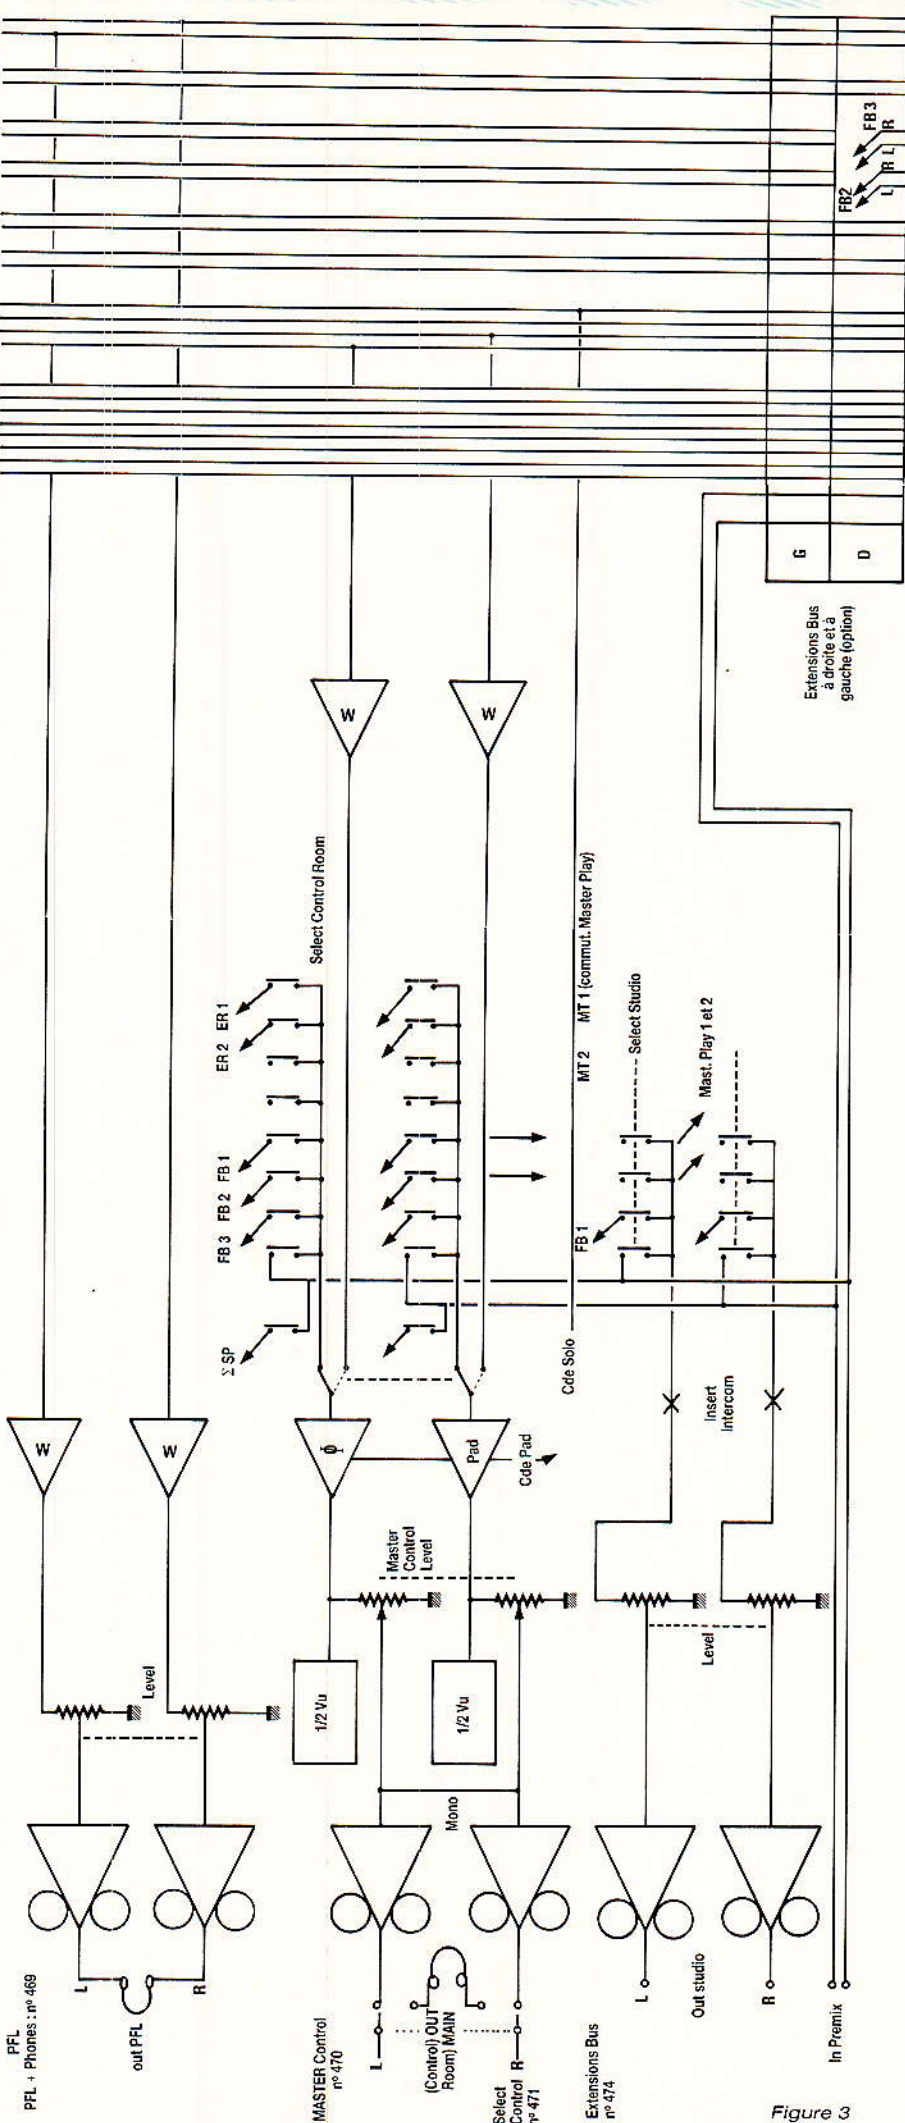

Figure 3
La **figure 3** s'occupe essentiellement des 3 départs casques (FB), et des sorties STUDIO, PFL, et CONTROL ROOM, avec toutes les commutations d'écoute.